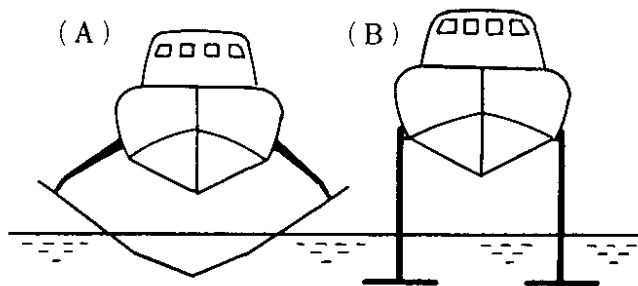

図8：構造形状による船の分類(2) [4]
3. 水中翼船 (Hydrofoil Craft) : 水中に突き入れた翼で、船体を水面上に浮かせて航行する船。(図8) 例えば、博多埠頭と壱岐、対馬、釜山の間を行き来するジェット推進船。(図5)